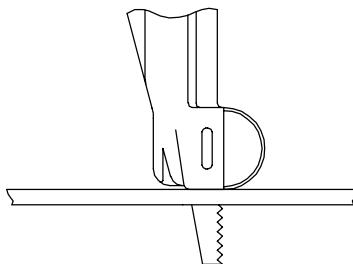

Figure 3 (Plan TPD1194)
4. Pour la coupe d'un métal à partir d'une arête, tenir la scie comme indiqué à la Figure 3 et maintenir le guide de sciage fermement appliquée contre la pièce pour éviter les vibrations du métal et le broutement de la lame. Pour effectuer une coupe directe dans du métal, réaliser tout d'abord un trou de départ avec un burin ou un foret.